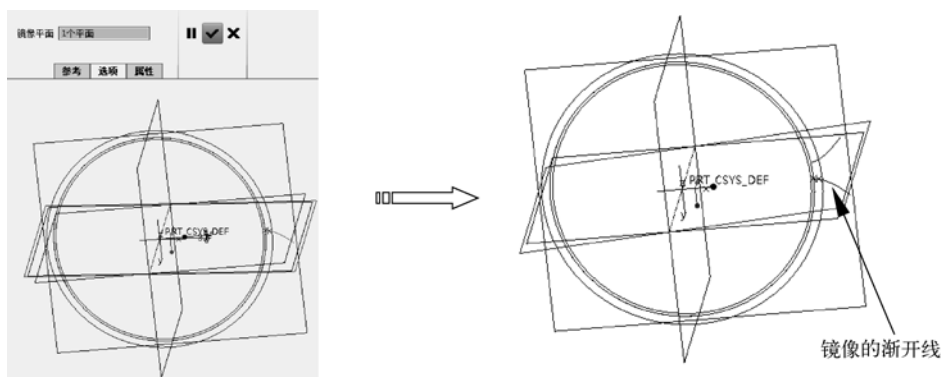

图 6-72 镜像渐开线
- 11** 镜像渐开线。在工作区中选取已创建的渐开线齿廓曲线，然后单击“镜像”按钮，选择基准平面 DTM2 作为镜像平面，镜像渐开线后的结果如图 6-72 所示。